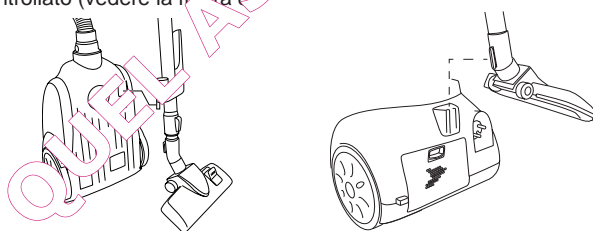

Figura 9 *Parcheggio dell'aspirapolvere*
3. Mettere l'aspirapolvere verticale. Ritrarre il tubo telescopico completamente. Uno slot di attacco per il tubo telescopico è montato sul lato inferiore del aspirapolvere, accanto alla ruota anteriore (vedere Figura 9). Inserire la parte inferiore della staffa dell'accessorio nell'alloggiamento.